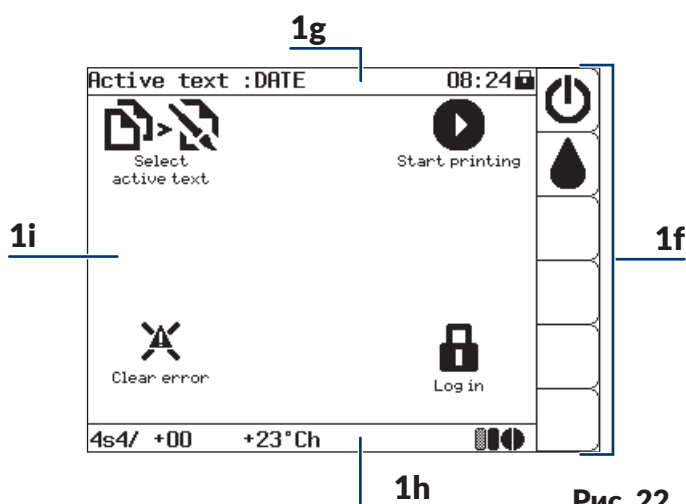

Рис. 22.
В информационной строке **1g** (см. Рис. 22 на странице 62) отображается значок .
В информационной строке **1g** (см. Рис. 22 на странице 62) отображается значок, соответствующий заданному пользователю.
- для непосредственного выполнения функций, например, ; значки в рабочем окне **1i** (см. **Рис. 22**),
- нажмите значок  в строке функциональных значков **1f** (см. **Рис. 22 на странице 62**) или значок , чтобы продолжить процедуру запуска принтера.
1. Нажмите значок  в строке функциональных значков **1f** (см. **Рис. 22 на странице 62**) или клавишу .